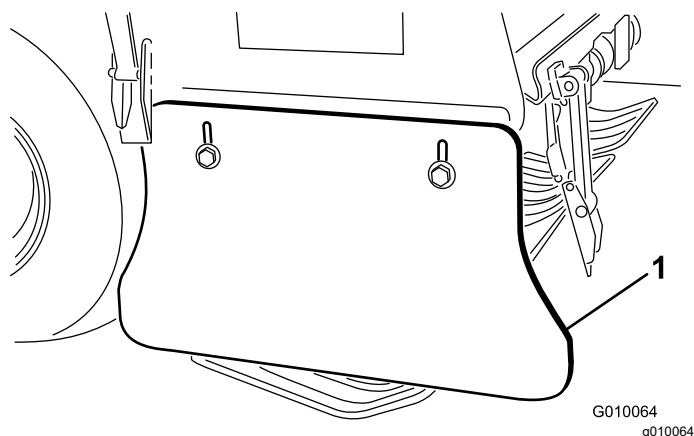

Figura 172
2. Allentate le viti a testa cilindrica e i dadi di bloccaggio flangiati che fissano lo schermo laterale al telaio della testa di carotaggio (Figura 172).